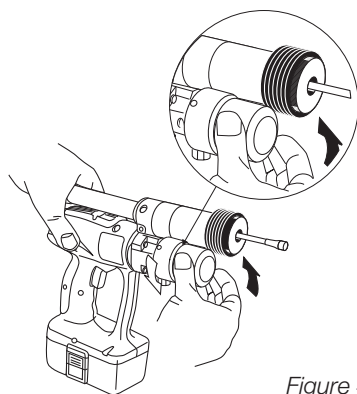

Figure 4
1. Enlever le bouchon de protection du réservoir comme indiqué en figure 4.